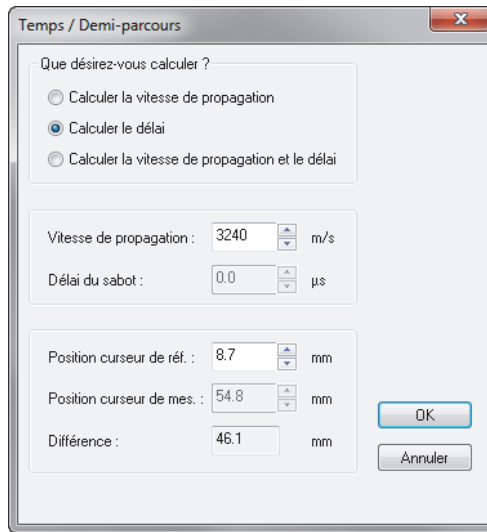

Figure 4-26 Étalonage dans la boîte de dialogue Temps/Demi-parcours
7. Dans la boîte de dialogue **Temps/Demi-parcours** qui apparaît (Figure 4-26 à la page 129), faites ce qui suit :